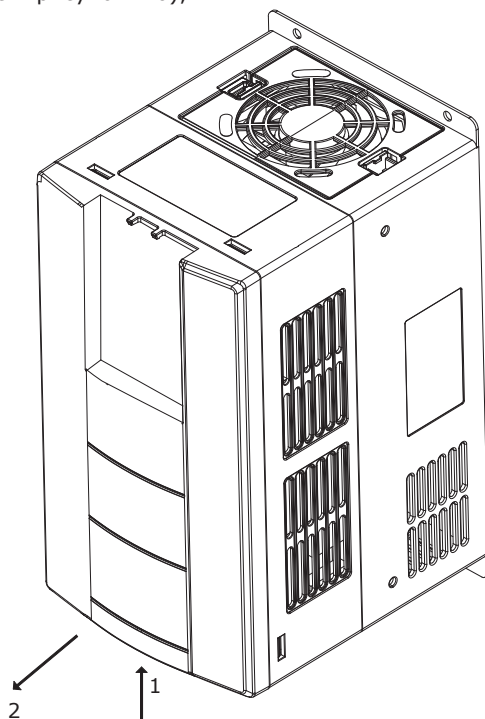

Рисунок 2.6 – Открытие крышки ПЧ OptiCore A300-30K-H22K-380-0-T и ПЧ меньшей мощности (способ 1)
- а) способ 1: ослабить невыпадающие винты крышки в плоскости, указанной по направлению 1 (предусмотрено только для моделей ПЧ 18.5/15 кВт, 22/18.5 кВт и 30/22 кВт); левой рукой взяться за левую и переднюю стороны корпуса, вставить большой палец правой руки в скобу и плотно нажать на крышку остальными пальцами; потянуть нижнюю часть крышки в направлении 2, чтобы освободить ее (см. рисунок 2.6);